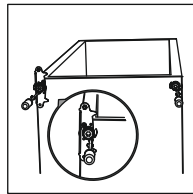

Рисунок 15
8. Вновь установите кронштейн, устанавливая штырь нижней петли. Установите регулируемые ножки. Переместите нижнюю дверь в правильное положение (рис. 15).